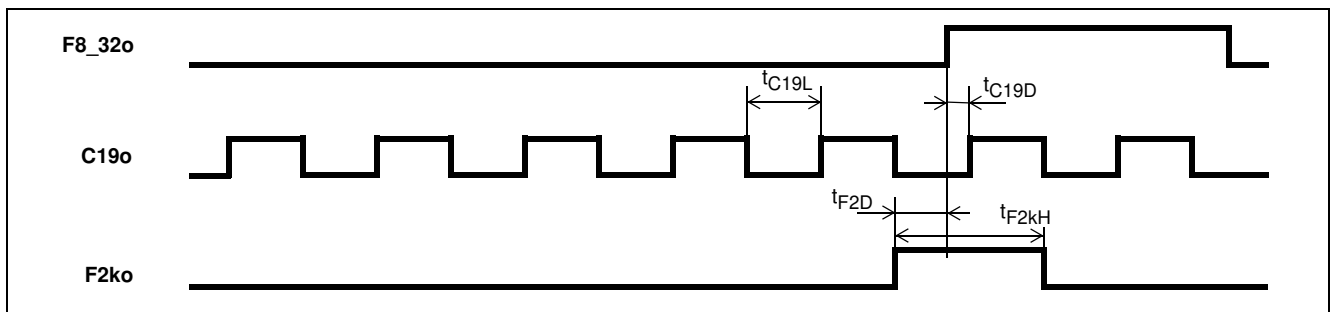

**Figure 29 - DS1 Output Timing Referenced to F8/F32o**
**AC Electrical Characteristics\* - DS1 output timing (see Figure 29).**